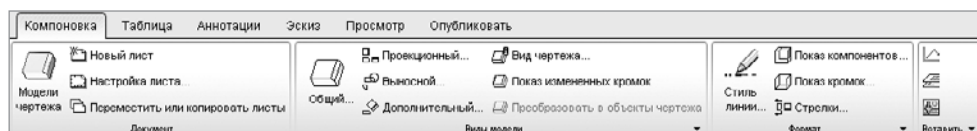

Рис. 10.9. Лента меню чертежа
9. **Лента меню чертежа** (рис. 10.9) — контекстное меню, которое при работе с чертежами выводится в области интерфейса над областью графики.